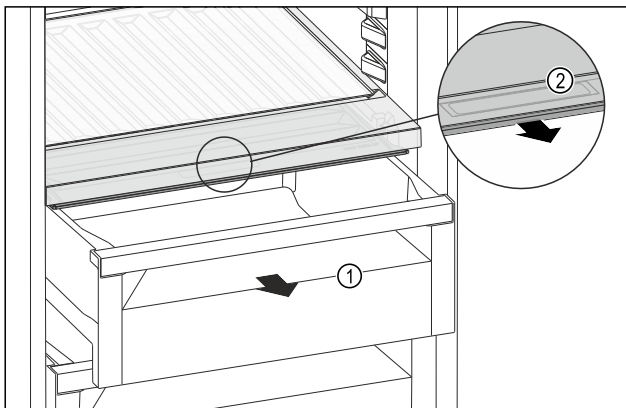

Fig. 117
- ▶ 拉出抽屉 Fig. 117 (1)。
- ▶ 抓住抽屉盖上的内嵌式拉手 Fig. 117 (2)，并同时向前拉出抽屉盖。